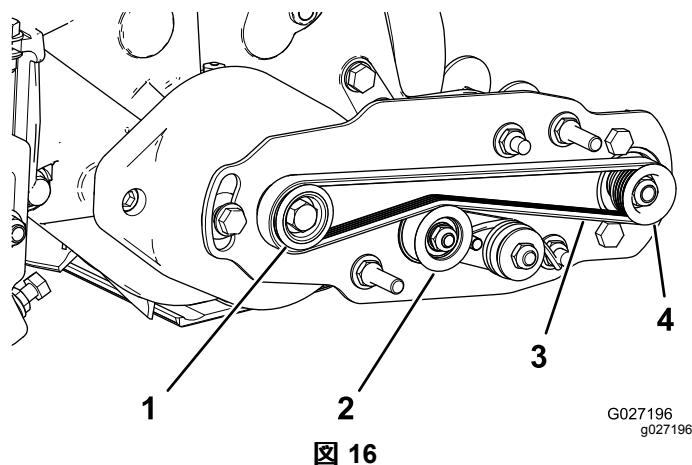

図 16
- 駆動プーリにベルトを掛け、次に、アイドラプーリの上部に掛ける 図 16。